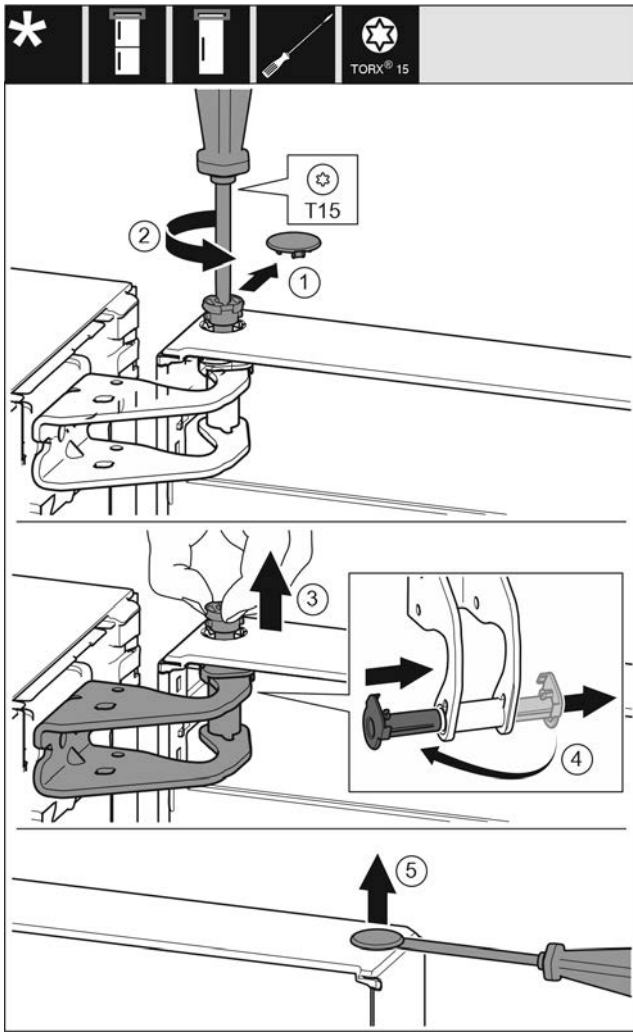

Fig. 11
- ▶ Осторожно снимите предохранительную крышку. Fig. 11 (1)
- ▶ Немного выкрутите палец отверткой T15. Fig. 11 (2)
- ▶ Удерживая дверь, извлеките палец вручную. Fig. 11 (3)
- ▶ Опорную втулку вытяните из направляющей. Установите и зафиксируйте с другой стороны. Fig. 11 (4)
- ▶ Осторожно приподнимите и извлеките при помощи шлицевой отвертки заглушку из опорной втулки двери. Fig. 11 (5)